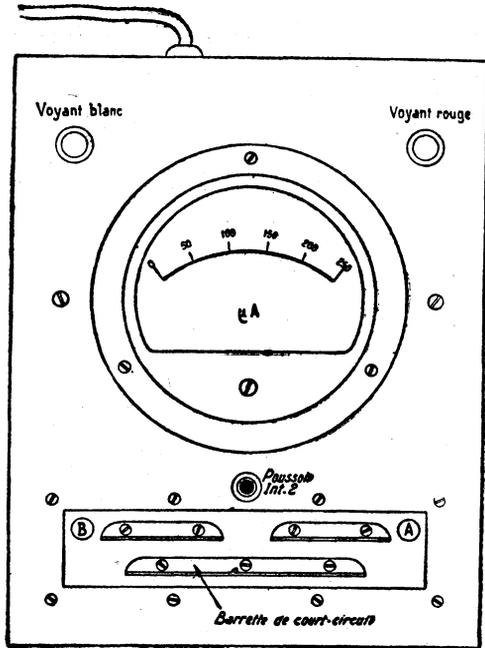
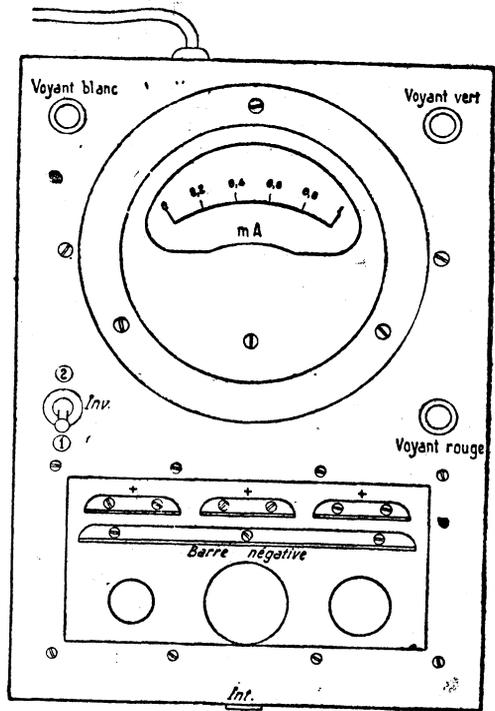

Figure 4
Figure 5
**Appareil n° 1 :** Les figures 4 et 3 donnent les vues de dessus et de dessous ; la première est auto-explicite. Quant à l'autre, elle appelle plusieurs commentaires :
**Nota important :** Après la vérification, ne pas oublier de décharger le condensateur en examen. Il suffit de faire toucher les deux fils à la barrette de court-circuit (fig. 4) ou le fil + à la ligne de masse (fig. 5).